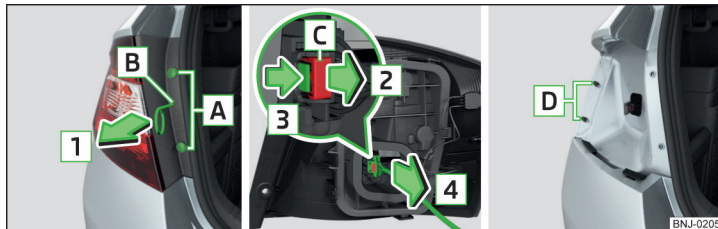
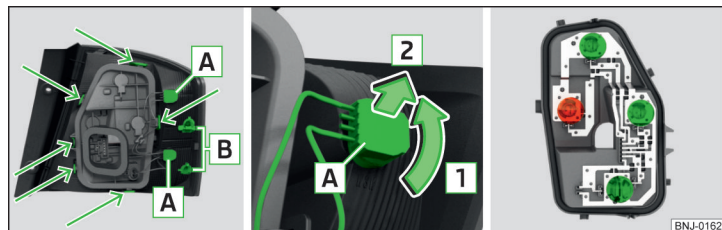

Bild 216 Demontera lampan/dra ur kontakten
Bild 217 Lampans yttre del/ta ut glödlampen/lamphållare
- Ta tag i lampan och dra försiktigt ut den i pilens riktning **1** » bild 216 från bultarna **D**.
- Säkra spärren mot pilens riktning **2** » bild 216.
- Sätt i lampan med öppningarna **B** » bild 217 på sidan 186 på bultarna **D** » bild 216 i karossen.
- › Vrid sockeln med glödlampen **A** i pilens riktning **1** » bild 217.
- › Vrid socklarna med glödlamporna **A** i pilens riktning **1** » bild 217.
- › Lås upp lamphållaren vid de områden som är markerade med pilar » bild 217.